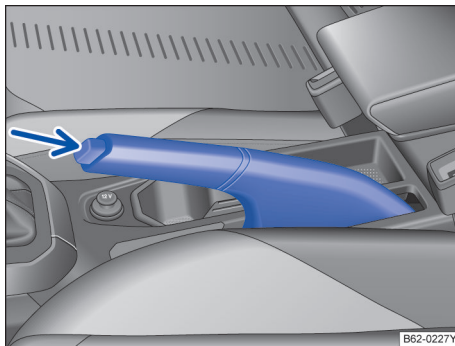

图 102 手制动杆。
- 向上拉起手制动杆 → 图 102。
- 稍稍拉起手制动杆，按箭头所指的方向 → 图 102 按下闭锁按钮并将手制动杆向下放到底 → ▲。